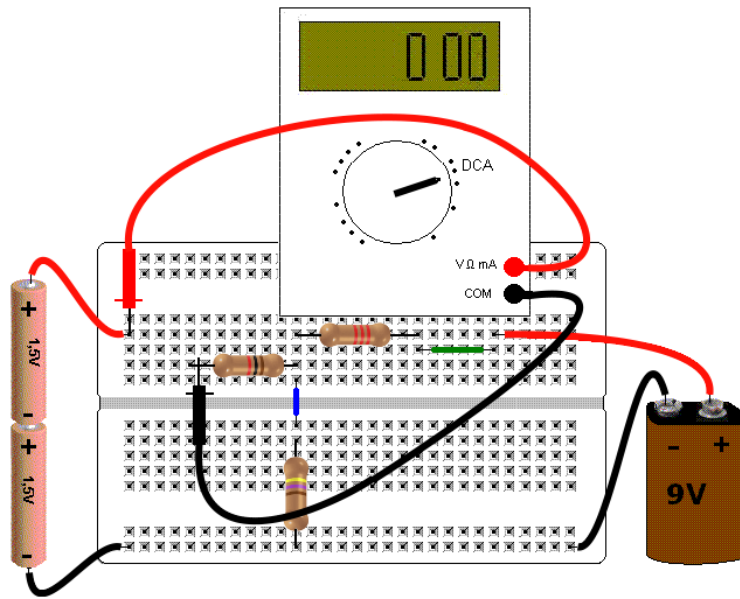

Figura 4 – Medindo a corrente em R2, I2
3. Para medir a corrente em R2, I_2 , retire o jumper vermelho e no seu lugar insira o amperímetro conforme Figura 4.